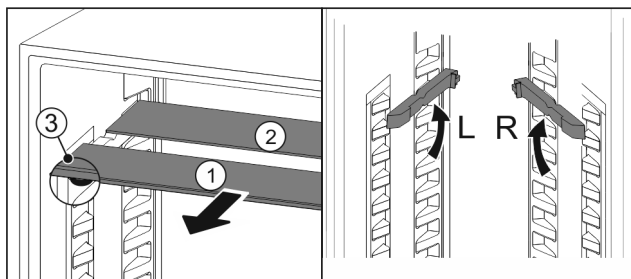

Fig. 94
- ▶ Steklene plošče posamično izvlecite Fig. 94 (1) naprej.
- ▷ Steklena plošča Fig. 94 (1) z okrasno letvijo je spredaj.
- ▷ Zaustavjalniki Fig. 94 (3) so obrnjeni navzdol.